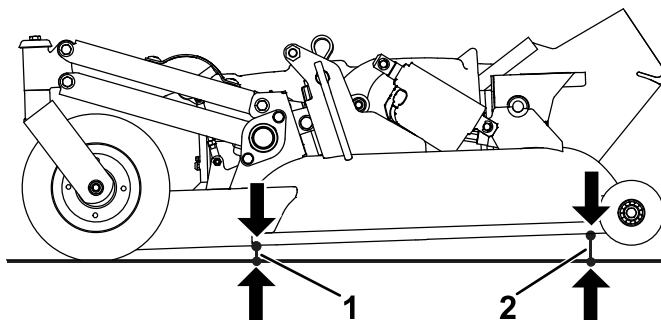

Figure 98
3. Mesurez la distance entre le sol et l'extrémité avant de l'unité de coupe (Figure 98).
4. Mesurez la distance entre le sol et l'extrémité arrière de l'unité de coupe (Figure 98).